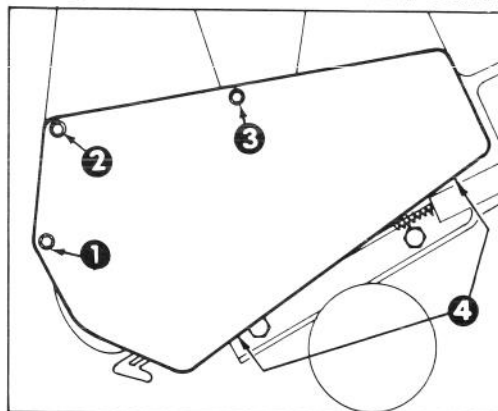

Figure 12
3. Retirer les 3 vis autotaraudeuses, 2 boulons à tête, 1 rondelle et 2 écrous qui tiennent le couvercle de la courroie à la plaque latérale (cf. fig. 12). Enlever le couvercle de la courroie.